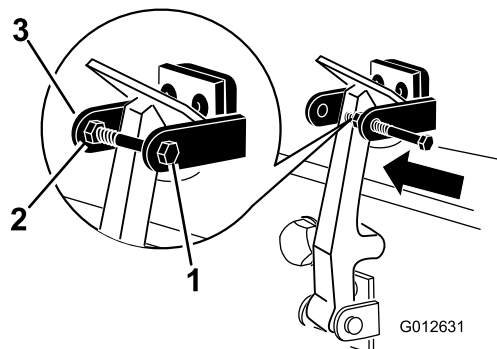

Figura 15
7. Avvitare il bullone nell'altro braccio della staffa di chiusura del cofano per fissare il fermo in posizione (Figura 15). Serrare accuratamente il bullone ma non serrare il dado.